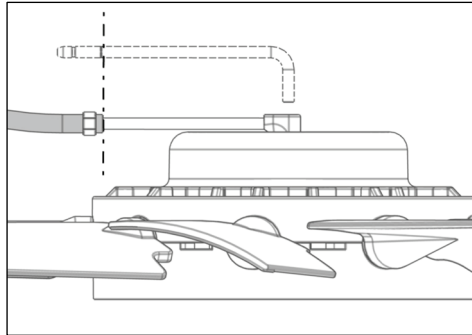

Fig. 19
- 9) Coulisser le flexible de refoulement sur le tuyau d'admission d'air jusqu'au repère (25 mm/0,984") (Fig. 19).